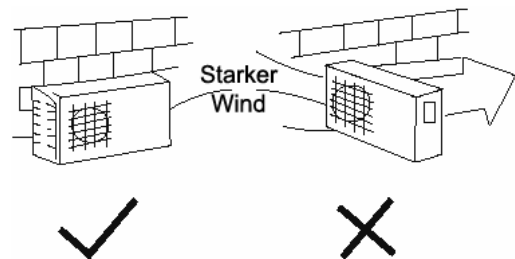

Abb. 16
- Stellen Sie bei extrem starkem Wind sicher, dass der Luftstrom nicht ins Gerät zurückgeweht wird. (Siehe Abb. 16)